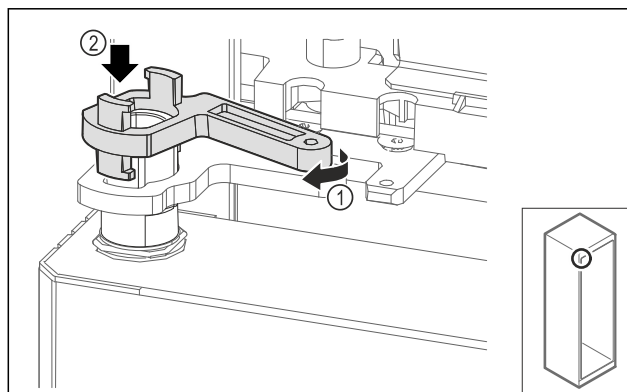

Fig. 65
- ▶ Слегка поверните фиксатор опорного кронштейна Fig. 65 (1) и насадите на втулку Fig. 65 (2).